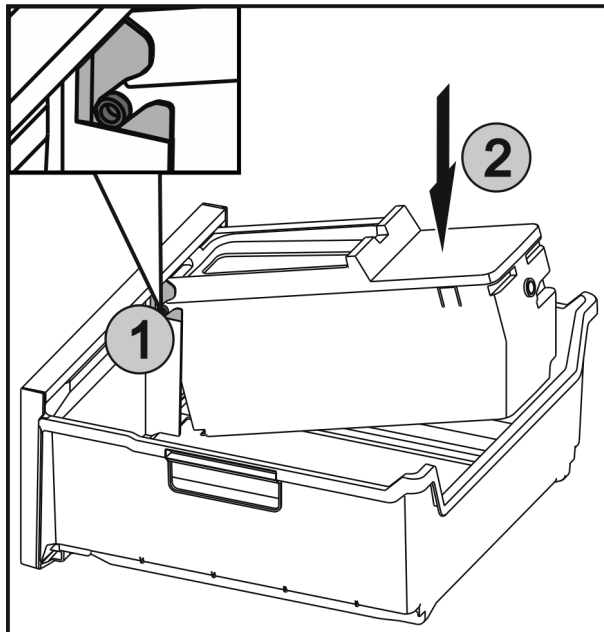

Fig. 57
- ▶ Вставить оси Fig. 57 (1) на EasyTwist-Ice в направляющие и вдавить заднюю сторону Fig. 57 (2) до фиксации накладки.